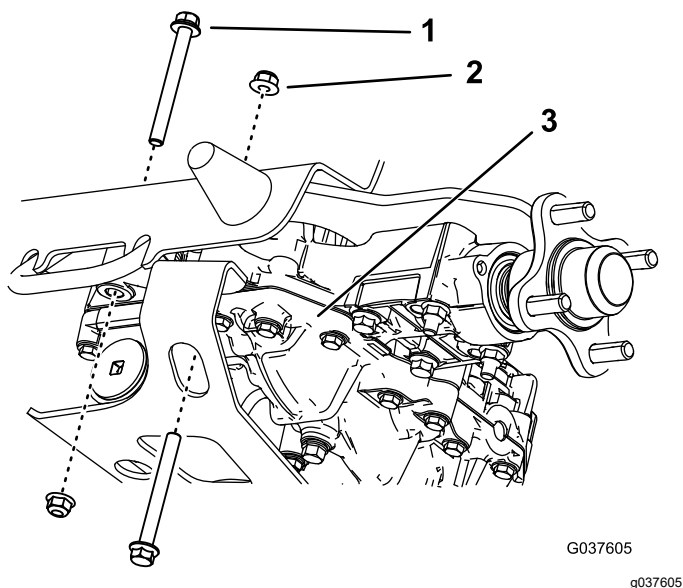

Figura 9
5. Rimuovere i 2 bulloni posteriori e i 2 dadi dal transaxle destro (Figura 9). Conservare i dadi.